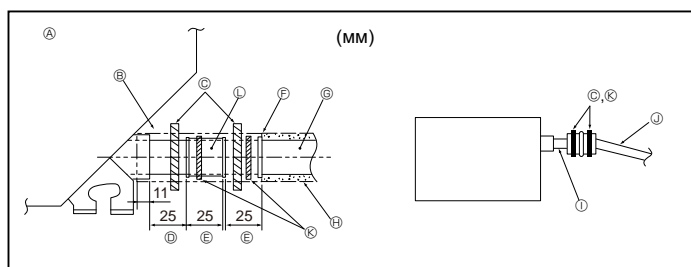

Fig. 3-2
1. Подсоедините соединительную муфту для дренажа (входит в комплект поставки прибора) к дренажному порту. (Fig. 3-2)